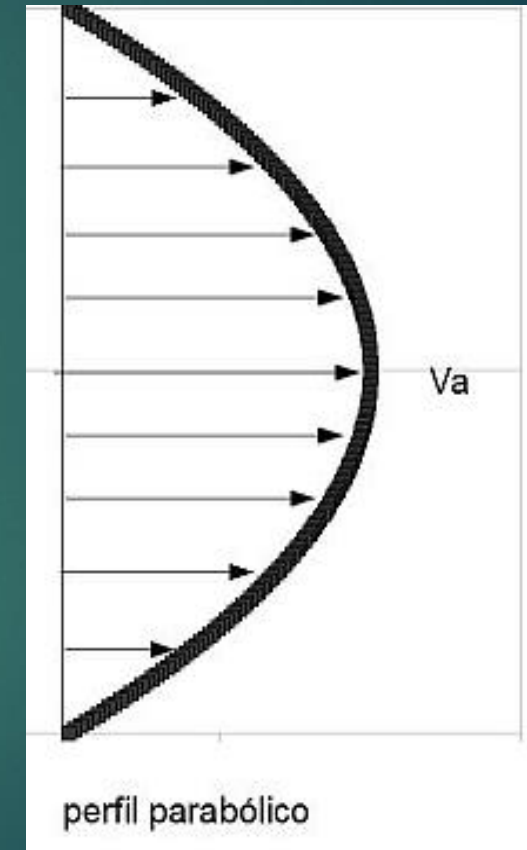

Figura 8
- ▶ Num **fluido real** (FLUIDO VISCOSO) são geradas forças viscosas dependentes da viscosidade do fluido e da variação da velocidade numa determinada seção transversal, denominada *gradiente de velocidade*. Em uma tubulação com um fluido real a velocidade é zero nas paredes do tubo e máxima no centro (Figura 8).